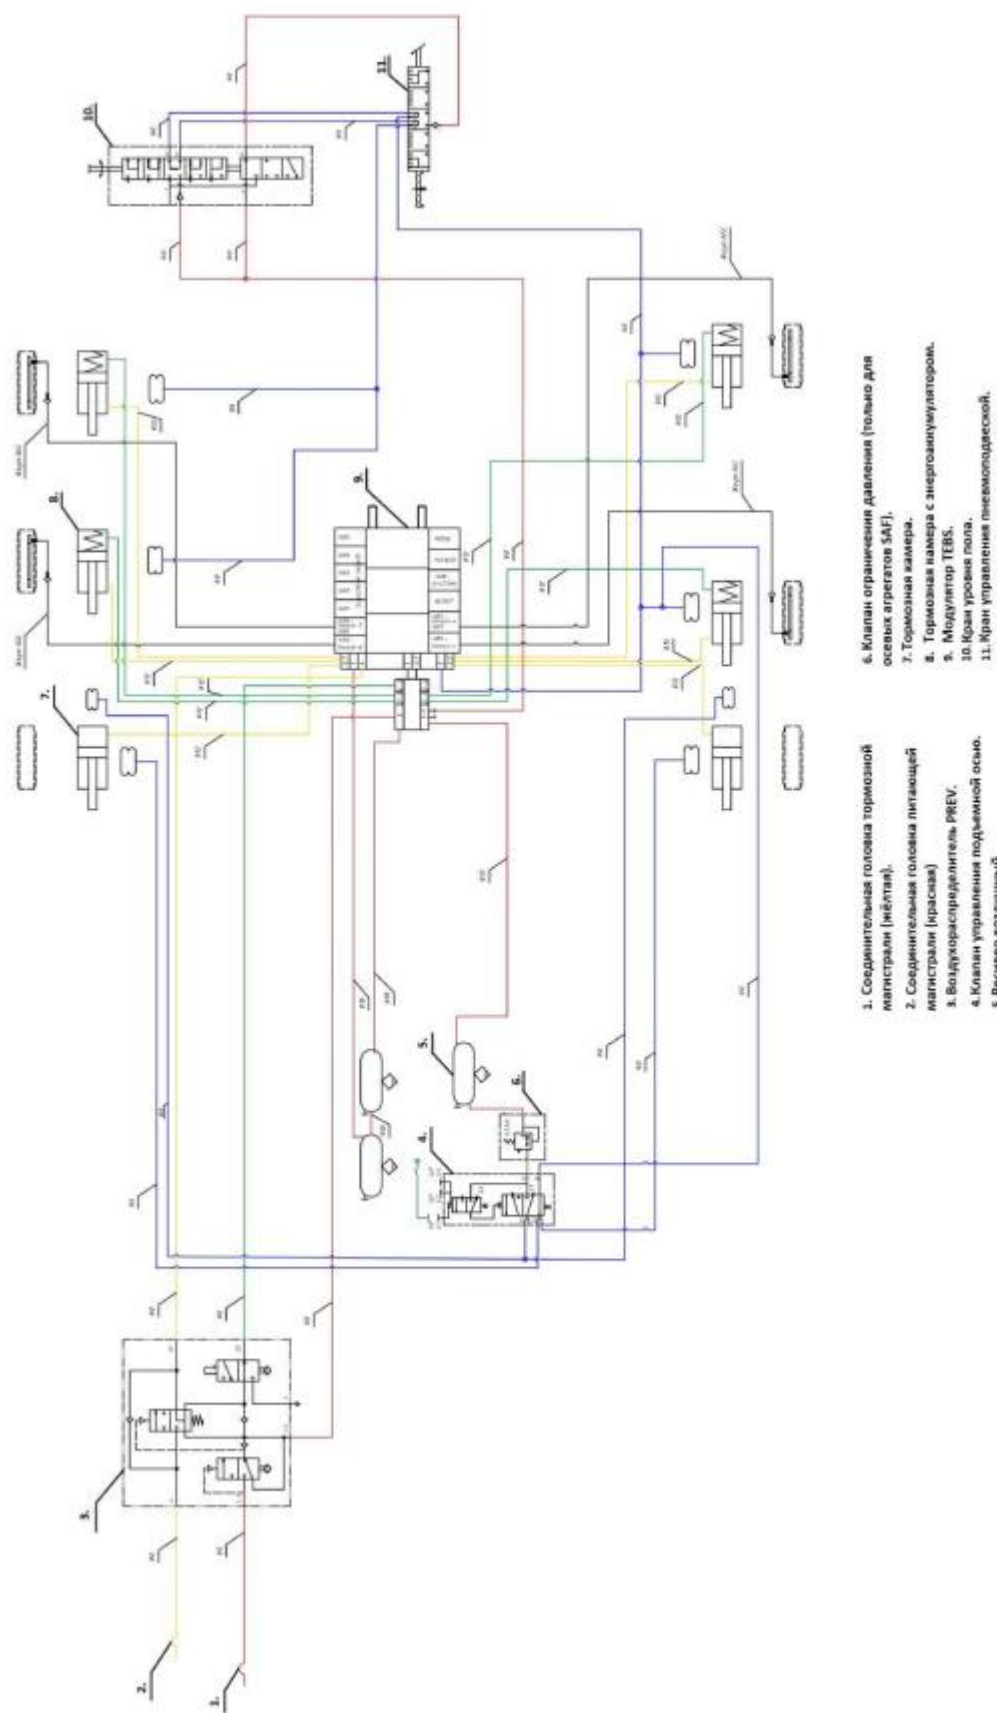

Рис. 2.20 - Принципиальная схема пневмопривода тормозов 3-х осного полуприцепа - цистерны
Полуприцеп оборудован рабочей и стояночной тормозной системами WABCO (либо аналог) с ABS, выполненными по двухпроводной схеме. Общая принципиальная схема пневмоприводов тормозов и перечень входящих элементов для полуприцепа приведена на рис. 2.20 и 2.20.1.
Принципиальная схема пневмопривода тормозов полуприцепа приведена на рис. 2.20 и 2.20.1. При подключении полуприцепа соединительными головками (1) к тягачу сжатый воздух по питающей магистрали поступает через магистральный фильтр (2) к крану растормаживания (3) и, проходя через него, заполняет воздушные ресиверы (7). При срабатывании рабочей, стояночной или запасной систем тягача, сжатый воздух по управляющей магистрали подается к выводу тормозного крана (4), который, срабатывая, подает воздух из ресиверов (7) к регулятору тормозных сил (9), где в зависимости от нагрузки на ось входной сигнал регулируется и через ускорительный клапан (11) поступает к тормозным камерам (6, 18), после чего происходит торможение полуприцепа.